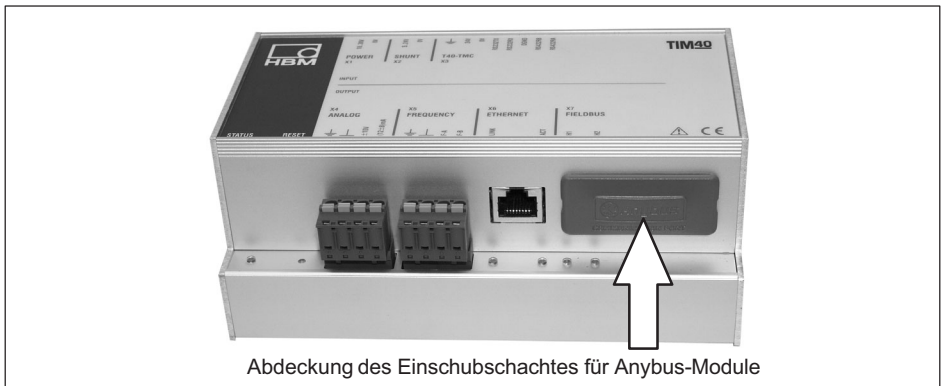

Abb. 8.1 Abdeckung entfernen
- ▶ Legen Sie das TIM40-Gehäuse wie in *Abb. 8.1* dargestellt auf eine ebene Unterlage.